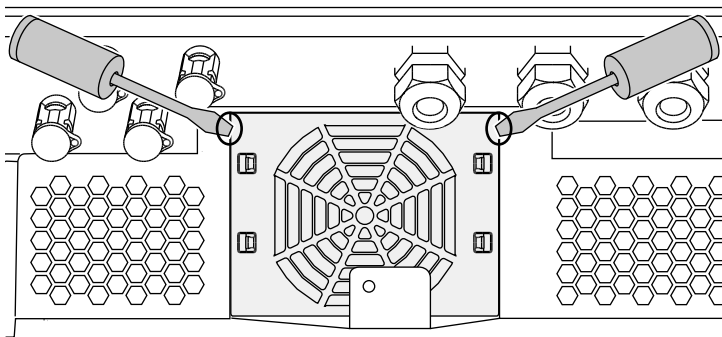

Abb. 60: Lüftergitter lösen
2. Lüfter ausbauen. Dazu am Rand des Lüftergitters einen Schraubendreher ansetzen und leichten Druck auf das Lüftergitter ausüben.  **Abb. 60**